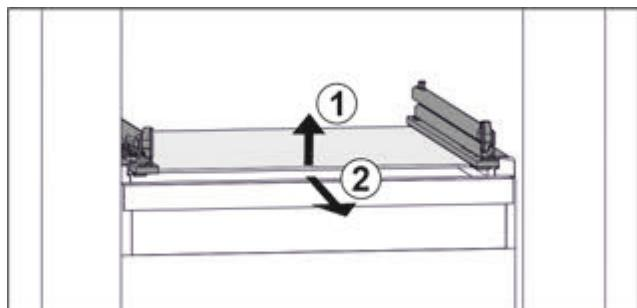

Fig. 37 Приблизне відображення скляної пластини
- Підняти скляну пластину спереду. Fig. 37 (1)
- Вийняти скляну пластину рухом вперед. Fig. 37 (2)